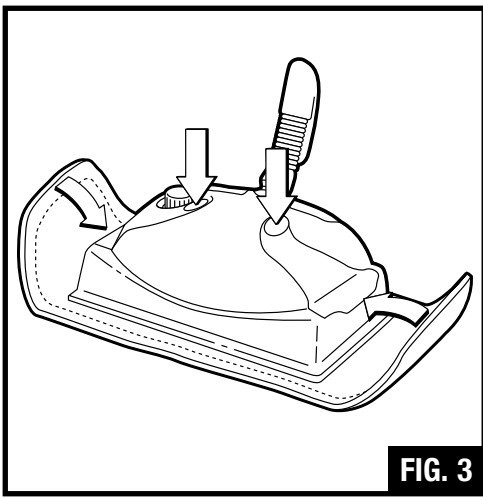
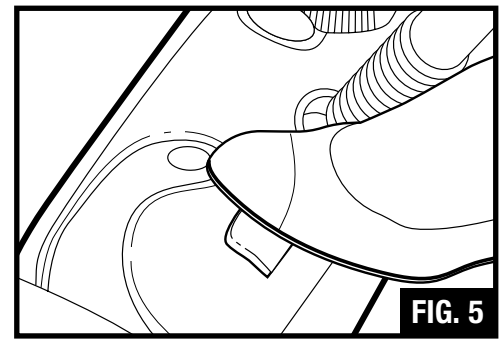

FIG. 3
FIG. 5
3. Rest the base of the floor steamer on its floorcloth as supplied, making sure that the edges are secured over the base (Fig. 3). Then tuck both ends of the floor cloth under the cloth clips. Do not use without a floorcloth in place.
4. Unscrew the safety cap (D), insert funnel (J) and pour 2 measures of water using the measuring cup (I) (total 12 oz.) into the tank, then screw the safety cap back on.
6. Place the floor steamer on its preheating/cool down tray then press on/off switch and wait for about 3-4 minutes (Fig. 5). The green light comes on when the on/off switch is activated. Do not leave the device unattended during the waiting period.
3. Laisser reposer la base du nettoyeur à vapeur pour sols sur le chiffon fourni en s'assurant que les bords sont assujettis sur la base (Fig 3). Puis coincer les deux bouts du chiffon sous les pinces. Ne pas utiliser sans chiffon en place.
4. Dévisser le bouchon de sécurité (D), introduire l'entonnoir (J) et verser 2 mesures d'eau à l'aide du doseur (I) (total 355 cl, ou 12 oz.) dans le réservoir et revisser le bouchon de sécurité.
6. Placer le nettoyeur à vapeur sur son plateau de préchauffage/refroidissement, appuyer sur le bouton de mise en marche et attendre 3 à 4 minutes (Fig. 5). Le voyant vert s'allume quand le bouton de marche-arrêt est actionné. Ne pas laisser le dispositif sans surveillance pendant la période d'attente.
8. When the floor steamer no longer emits steam the amber water refill light (F) will come on. This means that there is no more water (this will happen after approximately 15 minutes of use). Place appliance on preheating/cool down tray, turn off (Fig. 5) and unplug from the electrical outlet. Take off the safety cap, and refill. During refilling, be careful not to touch the hot parts of the device.
**⚠ CAUTION: Whenever changing the floorcloth, turn off the appliance (Fig. 5) and unplug. Be careful not to touch the hot parts of the device.**
8. Quand le nettoyeur cesse d'émettre de la vapeur la témoin orange de remplissage (F) s'allume (cela se produit au bout de 15 minutes d'utilisation environ). Placer l'appareil sur le plateau de préchauffage/refroidissement, l'arrêter (Fig. 5) et débrancher. Retirer le bouchon de sécurité et remplir. Pendant le remplissage, veiller à ne pas toucher aux parties chaudes du dispositif.
**⚠ ATTENTION : Quand vous changer le chiffon, arrêter l'appareil (Fig. 5) et débrancher. Veiller à ne pas toucher les parties chaudes du dispositif.**